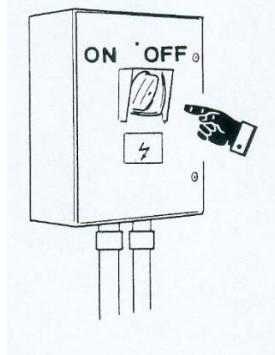

fig. 17
4. Comprobar la idoneidad y el funcionamiento correcto del sistema eléctrico de alimentación de red: (fig. 17)